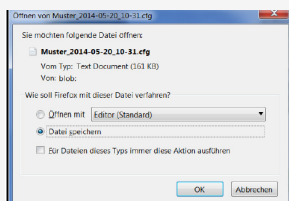
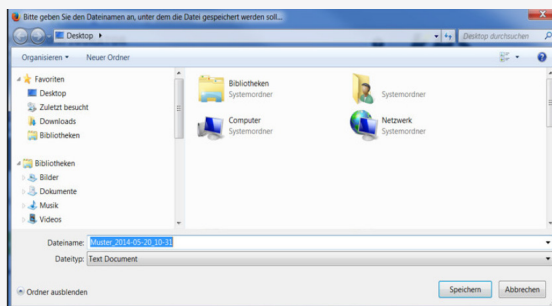

Abb. 4.4: Darstellung Eingabedialog „Öffnen von“
Abb. 4.5: Darstellung Eingabedialog „Speichern unter“
**KONFIGURATION SPEICHERN** die Konfigurationsdatei gesichert werden. Hierbei öffnet sich der Eingabedialog „Öffnen von“, wie in Abbildung 4.4 aufgeführt, welcher mit „OK“ bestätigt werden muss. Anschließend öffnet sich das Fenster „Speichern unter“, wie in Abb. 4.5 aufgeführt. Hierbei kann ein Dateiname und der Speicherpfad vergeben werden. Mit dem Button „Speichern“ wird der Speichervorgang beendet.